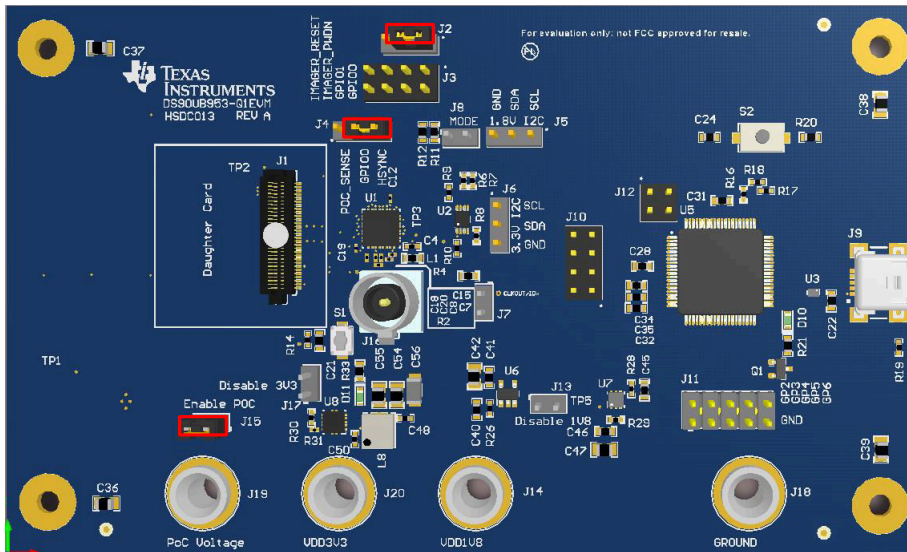

图 2-3. 安装了跳线的 DS90UB95x-Q1EVM
1. 确保在 DS90UB95x-Q1EVM 的 J2、J4 和 J15 上安装了跳线，如图 2-3 所示